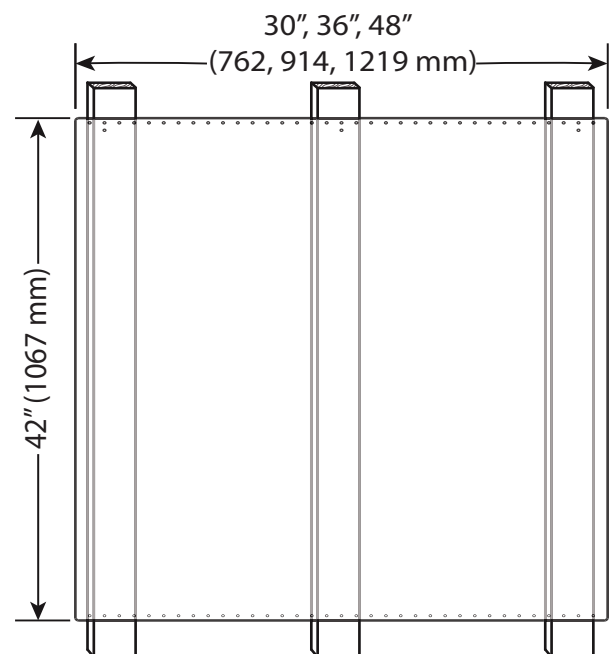

Figura 11: Instalación de la consola trasera
- Utilice dos de los tornillos proporcionados para fijar las partes inferior y superior de la consola trasera de protección a cada travesaño de pared (vea la *Figura 11*).